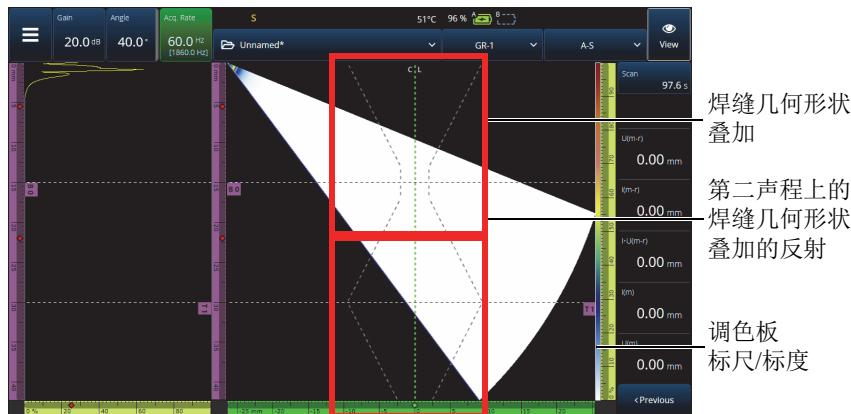
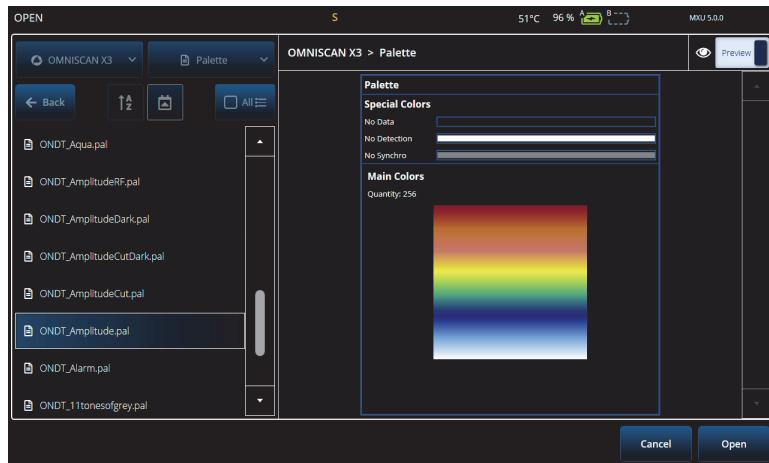

图 2-57 V 形间距焊缝几何形状叠加的示例
图 2-60 调色板选择器
如果您所检测的工件带有叠加项目（焊缝或定制），您可以在叠加的显示和关闭状态之间切换。叠加项目是在 S 扫描视图上放置的焊缝几何形状图形或您所选的图形。这个功能有助于直观地看到信号指示相对于工件和焊缝几何形状的位置（参见第 101 页的图 2-57）。叠加反射（考虑到第二声程、第三声程等）可在 **Menu**（菜单）> **Display**（显示）> **Overlay**（叠加）> **Multiple Legs**（多个声程）中启动或关闭（ON/OFF）
- ◆ 点击并按住调色板的标尺 / 刻度 (如第 101 页的图 2-57 右侧所示), 然后选择 **Load** (加载)。查看可用的调色板, 并点击 **Open** (打开), 改变调色板 (参见第 104 页的图 2-60)。